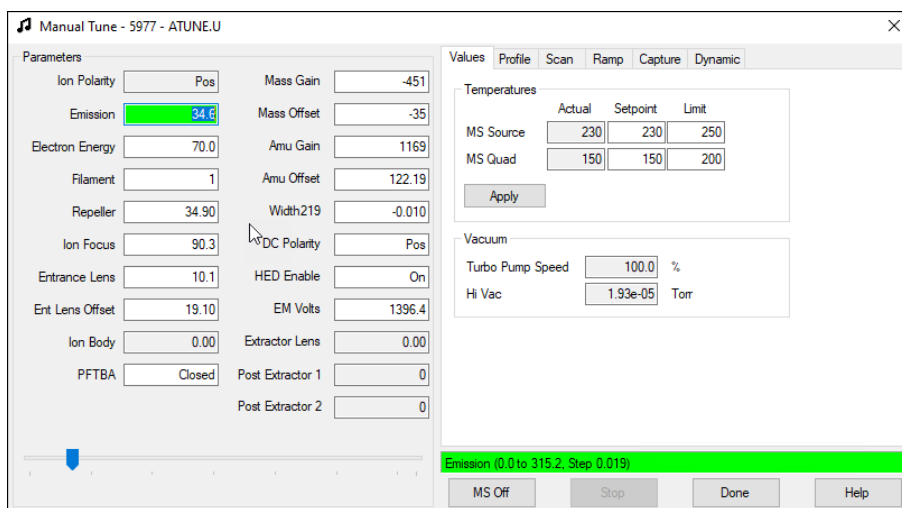
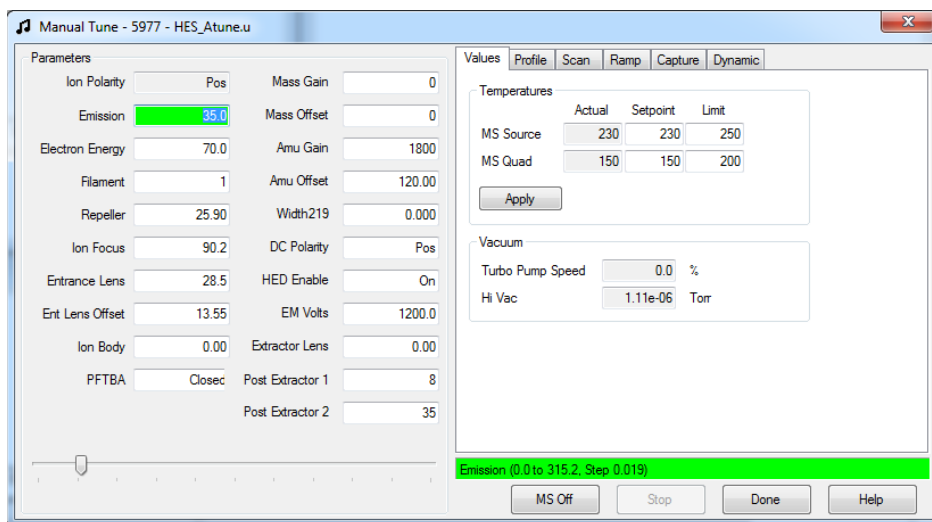

Figure 23. Onglet des valeurs du réglage manuel
Figure 24. Onglet des valeurs du réglage manuel HES
- 2 Cliquer sur l'onglet **Values** (Valeurs) pour afficher les températures et le vide du MSD. (Voir **Figure 23** et **Figure 24** page 103.)